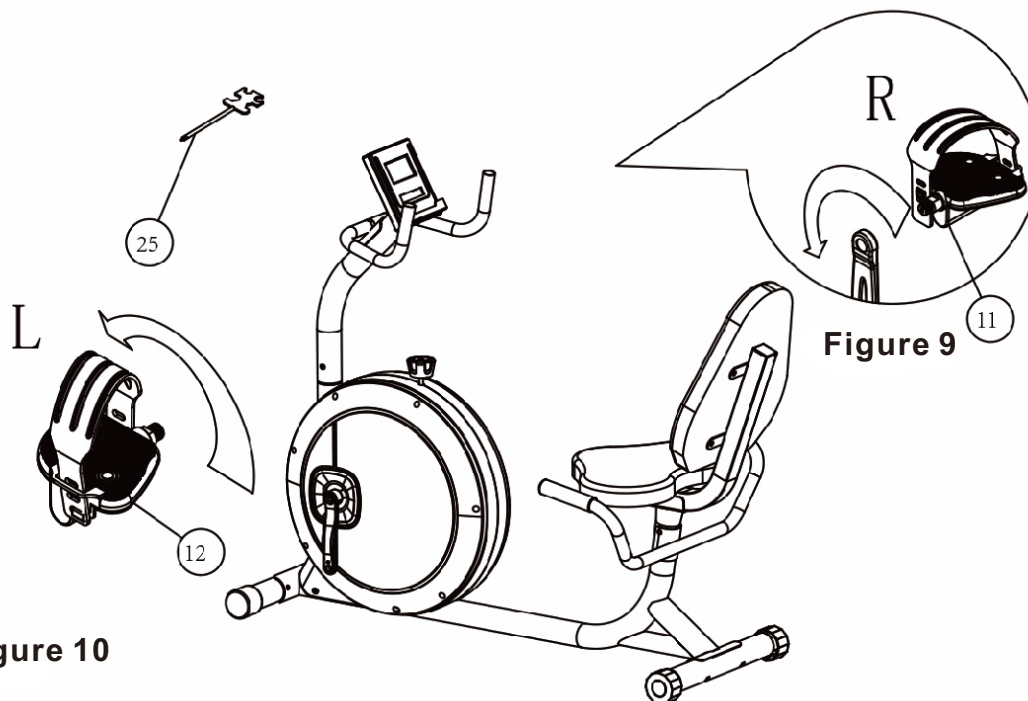

Figure 10
10. Alignez la pédale L avec l'ouverture filetée de la manivelle et installez-la en la tournant dans le sens inverse des aiguilles d'une montre dans la direction de la pointe de la flèche. Comme illustré dans la Figure 10.